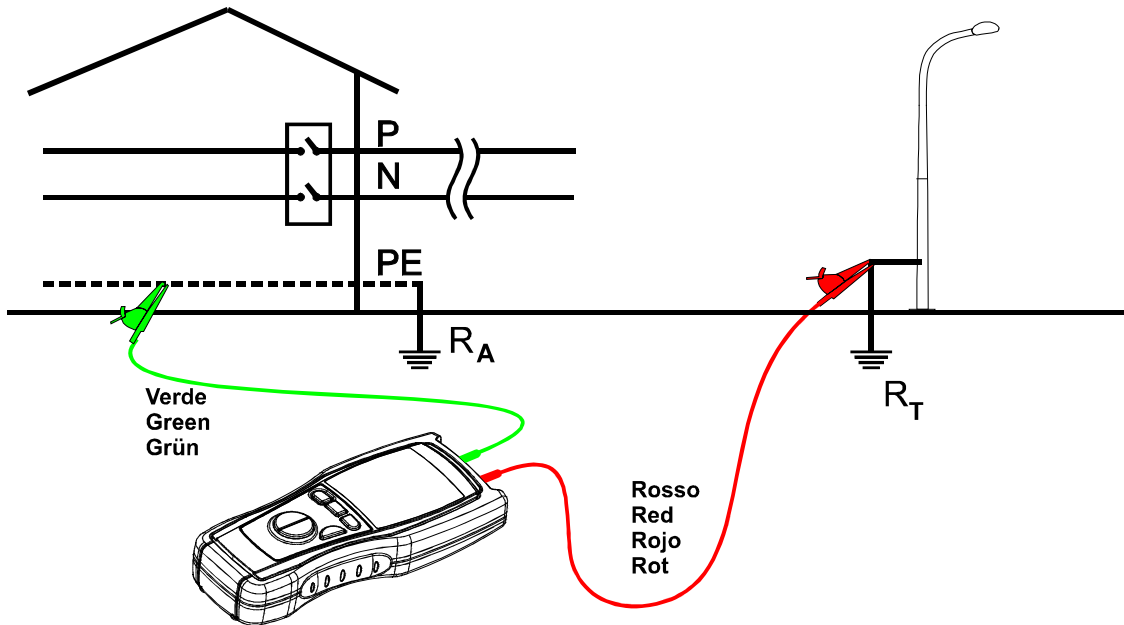

Fig. 5: Anschluss Modus EARTH-2W (ERDE 2-Leiter)
- 7 Schließen Sie die Messleitungen wie in Abb.5 und 6 gezeigt an.